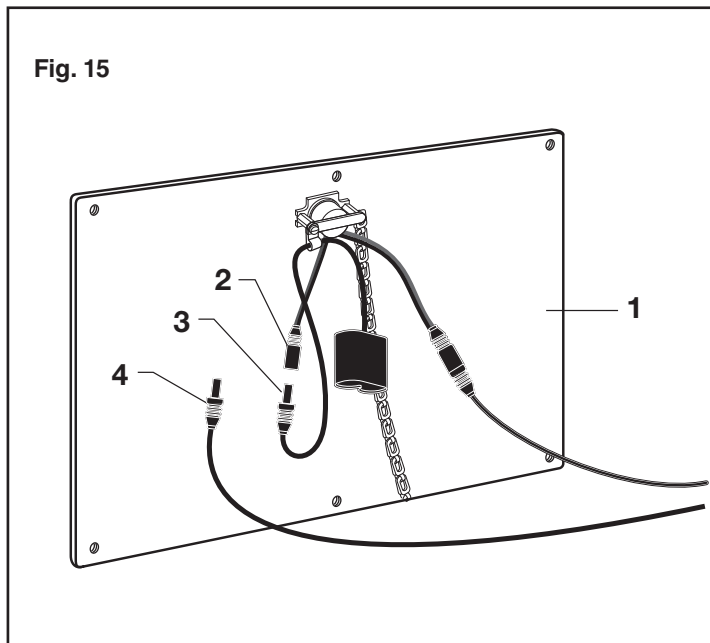

Fig. 15
## C DÉFINITION DE LA PORTÉE DE DÉTECTION (si nécessaire); Fig. 15 & 16
3. En gardant les mains à l'écart de la zone de détection du capteur, rebranchez le CÂBLE DU CAPTEUR (3) et accrochez rapidement la PLAQUE DE REVÊTEMENT (1) sur le boîtier mural. À ce stade, ne fixez pas la PLAQUE DE REVÊTEMENT (1). Fig. 15.